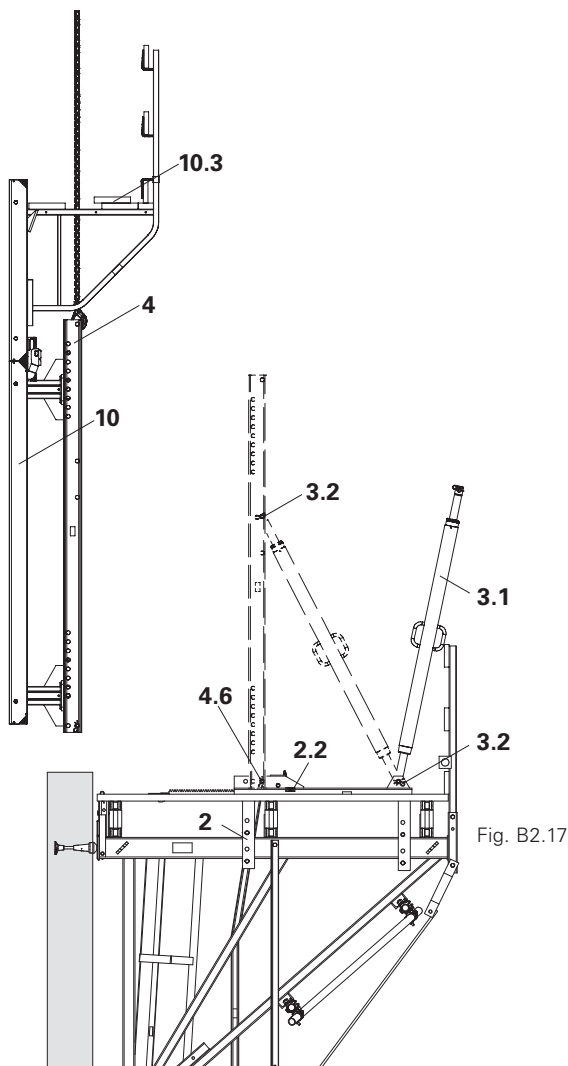

Fig. B2.17
1. Recolher o carro (2) e travar com cunha (2.2).
4. Ligar o painel de cofragem (10) com plataforma de betonagem ao perfil vertical (4) e posicionar na plataforma. (Fig. B2.17)
5. Montar o perfil vertical CB (4) no carro usando cavilhas Ø 25 x 180 e grupilhas (4.6). Utilização normal: usar as furações do perfil vertical e do carro que estão no lado oposto à parede.